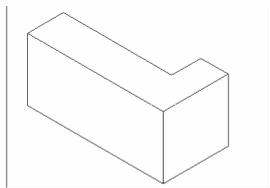

图 15-53 三维实体东南视图
(7) 执行 **Draw**→**Solids**→**Extrude** 命令, 或者在命令行直接输入 **Extrude**, 选中上述多段线, 将拉伸高度设为 80。
- (8) 执行 **View**→**3D Views**→**SEIsometric** 命令, 切换到立体视图, 如图 15-53 所示。